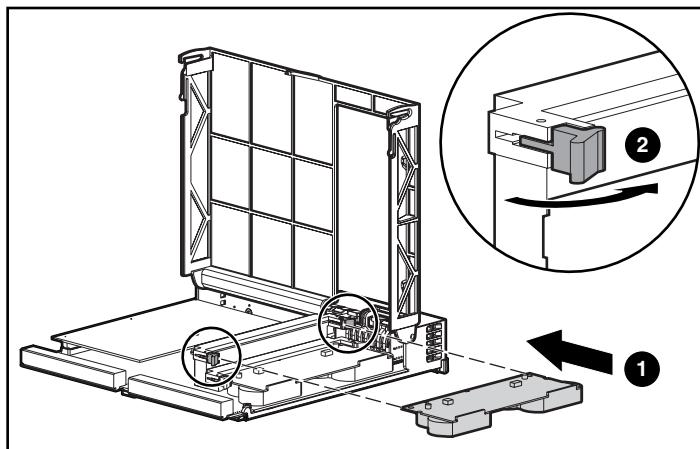

Figura 7: Installazione del modulo cache
6. Installare la nuova cache del controller MSA1000 inserendola nel controller **1**. Assicurarsi che le levette laterali siano completamente agganciate **2**. Vedere la Figura 7.